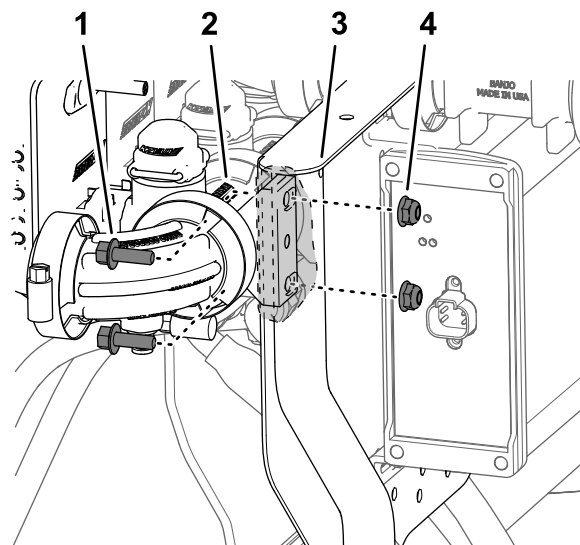

Рисунок 66
3. Установите клапан сопла 10 на опору крепления клапанов (Рисунок 66) при помощи двух болтов с фланцевыми головками (1/4 x 3/4 дюйма) и двух фланцевых контргайк (1/4 дюйма), снятых при выполнении пункта 2 раздела Демонтаж клапанов секций стрелы с крепления коллектора \(страница 28\).